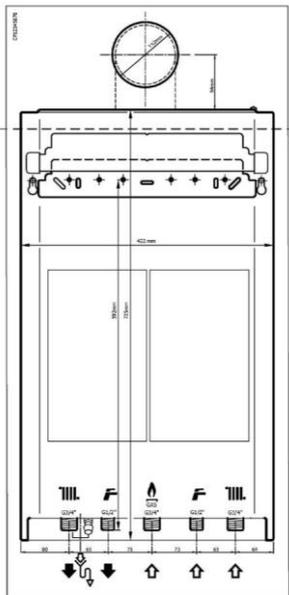

Figura 1: Esquema de instalación.
I. Esquema de instalación (Figura 1)